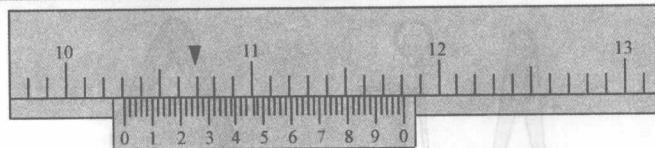

图 1-12 游标卡尺的读数方法
① 先读出游标零线左面的尺身整数毫米值。
② 在游标尺上找到和尺身刻线对齐的刻线，游标尺和尺身上只有一条刻线能完全对齐，在游标尺上读出小数毫米值。
③ 把上述两项数值相加，即将尺身上的整数值和游标上的小数相加，即为测量到的实际尺寸，如图 1-12 所示。